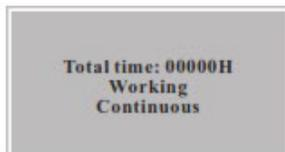
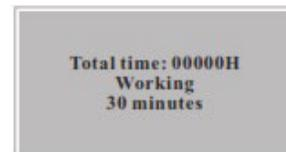

Fig. 4 Visualización al iniciar
Fig. 5 Visualización del tiempo de la concentración de oxígeno
2) **Encendido:** conecte el cable de corriente, presione el “Interruptor de encendido”, el indicador de “Encendido” estará prendido. El concentrador de oxígeno médico entra en estado de listo-para-iniciar, y en la pantalla LCD se visualiza “Care for you”, el cual significa que el concentrador de oxígeno médico entra en el estado listo-para-iniciar, como se muestra en la Fig. 4.
La pantalla LCD mostrará el tiempo de uso total y otros contenidos del concentrador de oxígeno, como se muestra en la Fig. 4. Después de encender el concentrador de oxígeno, presione nuevamente el botón de “Oxígeno/Temporizador”, el concentrador de oxígeno entrará en el estado de concentración de oxígeno temporizada, y el tiempo es de 30 minutos (ver Fig. 5), por cada vez que presione el botón “Oxígeno/Temporizador”, el tiempo preestablecido se incrementará por 30 minutos (el tiempo máximo preestablecido es de 120 minutos); los usuarios pueden preestablecer el tiempo para la concentración de oxígeno como lo requieran. Después del tiempo de 120 minutos, presione nuevamente el botón “Oxígeno/Temporizador”, el concentrador de oxígeno sin la función de atomización detendrá la concentración de oxígeno, mientras el concentrador de oxígeno con la función de atomización entrará en el modo de atomización, presione nuevamente el botón de “Oxígeno/Temporizador”, la concentración de oxígeno se detendrá.